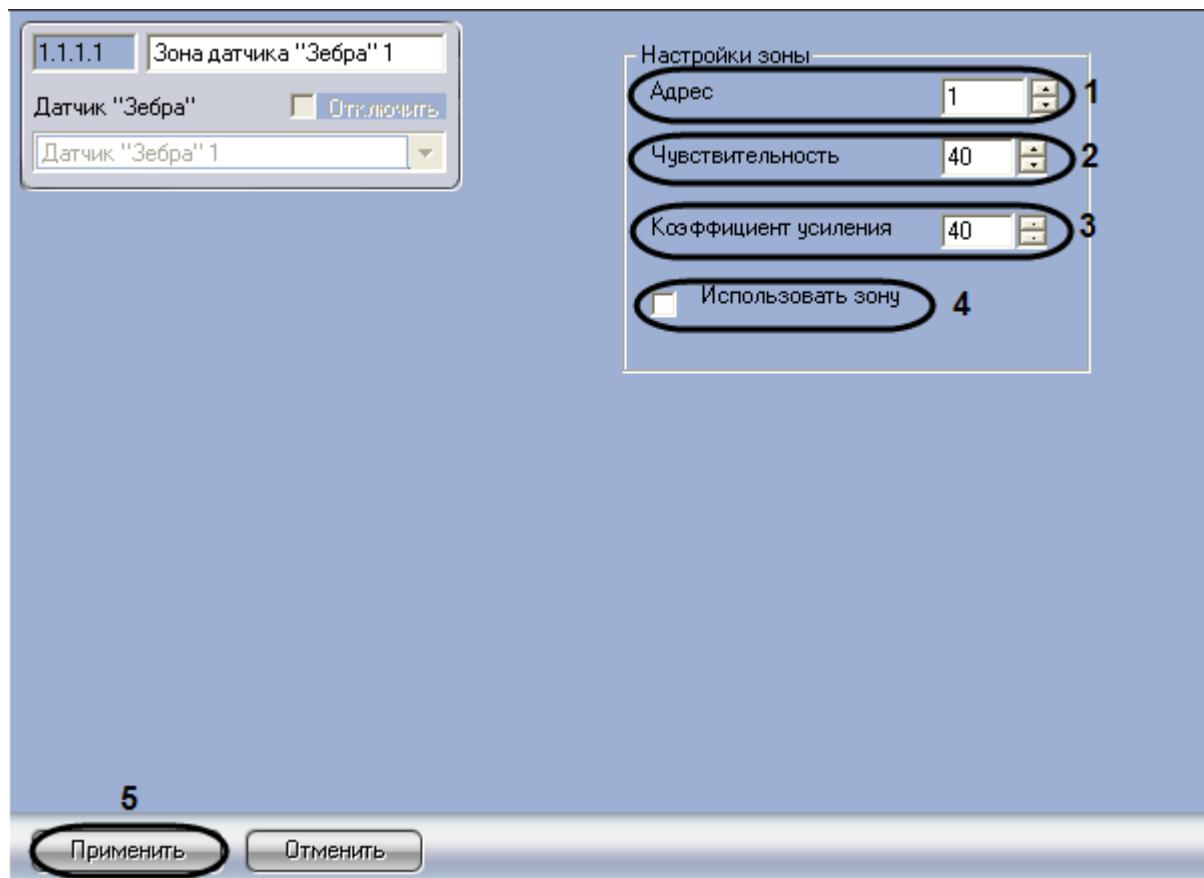

Рис. 3.5—4 Настройка зоны датчика «Зебра»
- В поле **Адрес** ввести с помощью кнопок **вверх-вниз** аппаратный адрес зоны (см. Рис. 3.5—4, 1).
3. В поле **Чувствительность** ввести с помощью кнопок **вверх-вниз** значение параметра **Чувствительность** (см. Рис. 3.5—4, 2).